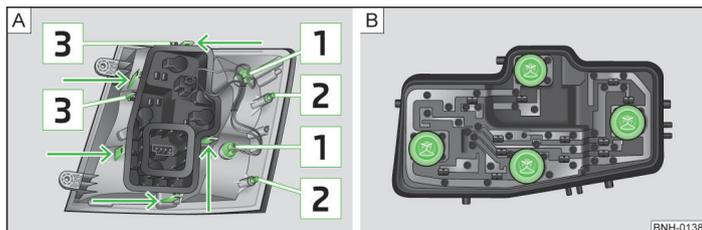

Fig. 182 Parte exterior de la lámpara / parte interior de la lámpara
- Introducir presionando con cuidado la luz posterior en la carrocería de tal manera que los pernos [2] » fig. 182 de la página 214 en la lámpara encajen en los alojamientos de la carrocería » [I].
- Girar el portalámparas [1] » fig. 182 en el **sentido contrario** al de las agujas del reloj y extraer de la carcasa.
- Desbloquear el portalámparas en las bridas de enclavamiento señaladas con las flechas » fig. 182 - [A] y extraer el portalámparas de la luz posterior.
- Girar el portalámparas » fig. 182 - [B] hasta el tope **en el sentido contrario** al de las agujas del reloj y extraerlo de la carcasa.
- Insertar los pernos de guía [3] » fig. 182 del portalámparas en la lámpara.